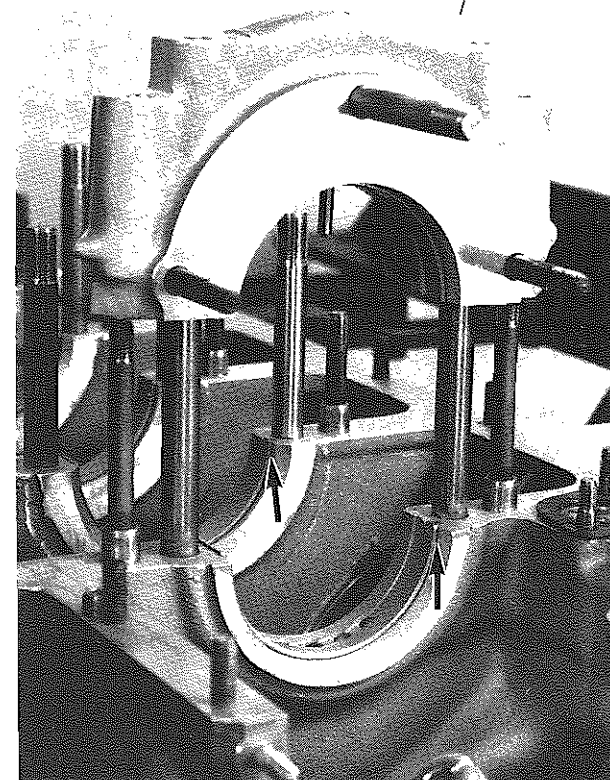

Fig. 120 - Montare i semicuscinetti
- Montare i semicuscinetti di banco e quelli di spallamento inferiori sul supporto 5; inserire le linguette nelle cave di alloggiamento (**Fig. 120**) e lubrificare abbondantemente.
- Fit journal halfbearings and lower shims on journal 5; place the tab in the groove (**Fig. 120**) and lubricate plentifully.